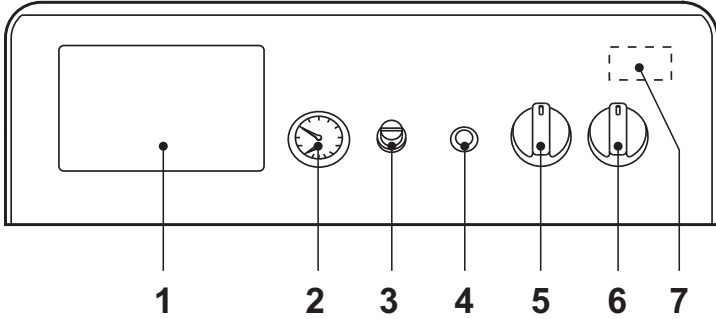
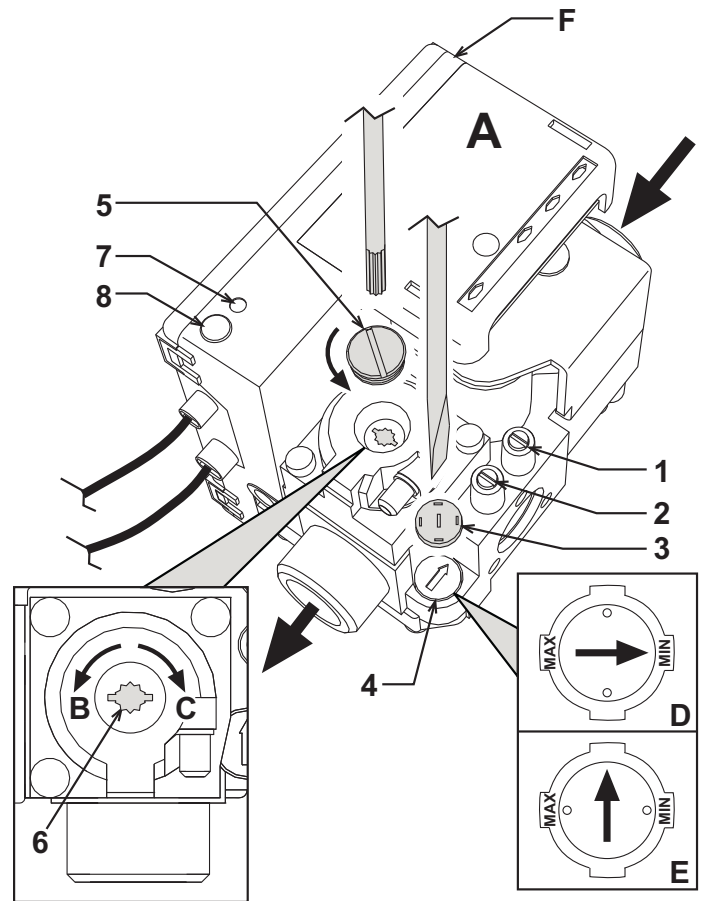

рис. 1 - Панель управления
рис. 3 - Регулирование давления
- Установите главный выключатель "6" в положение 1 (рис. 1).
- Если котел оборудован электронным термостатическим блоком управления, установленным в положении 1 на рис. 1, пользователь должен также соблюдать инструкции, предоставляемые изготовителем данного блока.
Повернув рукоятку 5 на рис. 1 по часовой стрелке, температура воды в системе отопления повышается и наоборот. Температуру воды в системе отопления можно регулировать в пределах от 30° до 90°. Однако не рекомендуется эксплуатировать котел при температуре ниже 45°.
Задайте с помощью термостата температуры воздуха в помещении нужную температуру внутри помещения. По команде от комнатного термостата котел нагревает воду в системе отопления до температуры, заданной с помощью термостата регулировки котла 5 де рис. 1. При достижении в помещении желаемой температуры котел выключается.
При заполнении холодной системы отопления, давление воды, контролируемое по показаниям установленного на котле водомера поз. 2 на рис. 1, должно составлять примерно 1,0 бар. Если во время работы давление воды в системе упало (из-за испарения растворенных в воде газов) до величины ниже вышеуказанного минимума, пользователь должен открыть кран подачи воды и довести давление до первоначального значения. По окончании операции всегда закрывайте кран подачи воды.
Подключите манометр к штуцеру отбора давления 2 (рис. 3), расположенному после газового клапана, затем переведите ручку термостата котла (поз. 5 - рис. 1) на максимум.
Сняв защитную пробку 5 (рис. 3), регулируйте давление газа с помощью винта 6 на желаемое значение (см. таблицы технических данных и диаграммы изменения мощности, приведенных в сар. 4).
2. Снимите с газового вентиля маленький защитный колпачок 3 (рис. 3). С помощью маленькой отвертки регулируйте "СТУПЕНЬ" розжига на основании выбранного газа (G20-G25 положение D рис. 3 или G30-G31 положение E рис. 3) а затем установите на место колпачок.